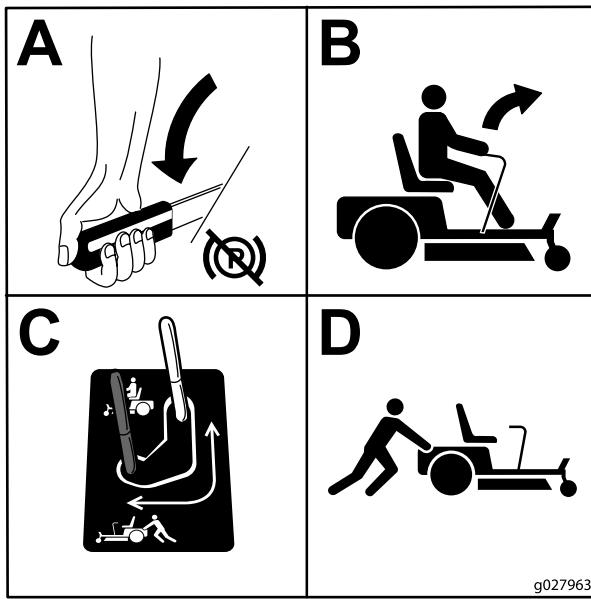

Figura 28
3. Per spingere la macchina spostate indietro e verso l'esterno entrambe le leve di bypass per bloccarle in posizione (Figura 28).
5. Per mettere in funzione la macchina spostate le leve di bypass in posizione AVANZATA (Figura 28).